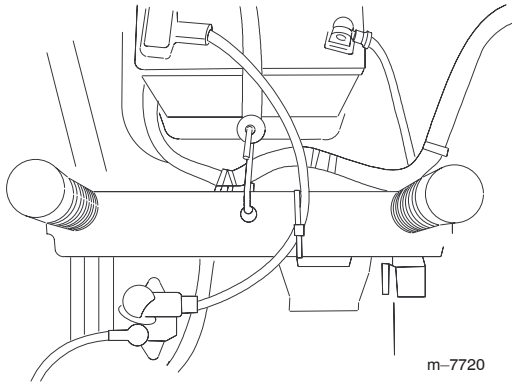

Figure 10
- Placez la batterie dans le tracteur et raccordez les câbles (voir Mise en place de la batterie dans le Manuel de l'utilisateur). Acheminez le câble de batterie de la borne positive au solénoïde. Assurez-vous que le câble passe au-dessus de la traverse et entre les supports du siège, comme illustré à la Figure 10.